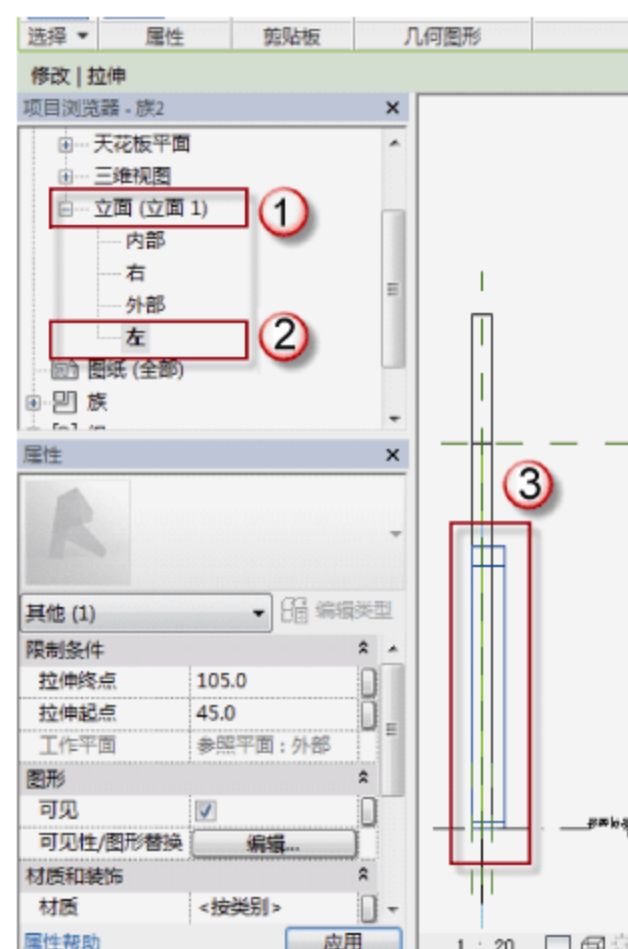

图 6.3.11 MC2430 的左立面视图
(10) 选择“项目浏览器”中的“立面 (立面 1)” → “左”命令，可以进入 MC2430 的左立面视图，如图 6.3.11 所示。